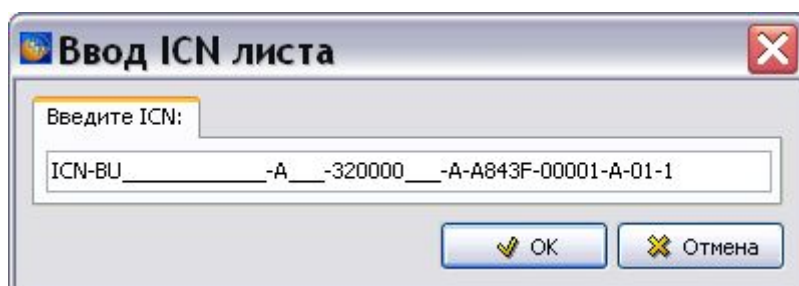

Рис. 6.56
Для ввода контрольного номера диаграммы щелкните левой кнопкой мыши в поле «ICN» в правом верхнем углу диаграммы. При этом появится окно **Ввод ICN листа** (Рис. 6.56).
В поле **Введите ICN** показан шаблон ICN. В шаблон автоматически подставляются значения идентификационного кода модели (MI), кода стандартной системы нумерации (из кода МД) и CAGE кода организации-разработчика (если он задан в шаблоне проекта) (Рис. 6.56). Значения доступны для редактирования.